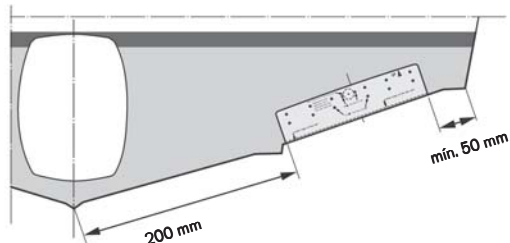

Fig. 7
Las unidades de interceptor (C) **fig. 1 y 4** deben instalarse en el peto, cerca del fondo de la embarcación. La ubicación exacta se obtiene con la plantilla que se incluye en la entrega del producto. Para instrucciones detalladas ver más abajo. Cuanto más a fueraborda se monten las unidades de interceptor, mayor es el control lateral (de lado a lado). Situar el interceptor un mínimo de 50 mm del pantoque y del fino de popa en dirección al eje central de la embarcación. Las embarcaciones con motores fueraborda, con instalación Intraborda/Fueraborda (I/Os) o Water Jet, deben mantener un mínimo de 200 mm del eje central de la unidad propulsora actual al borde más cercano de las unidades de interceptor. **Ver fig. 7.**